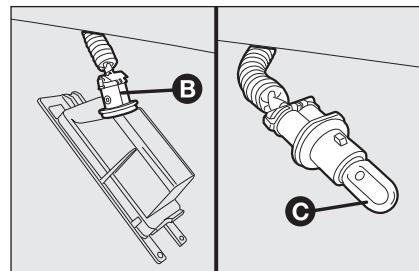

fig. 35
- ☐ tourner le porte-lampe **B-fig. 35** dans le sens des aiguilles;